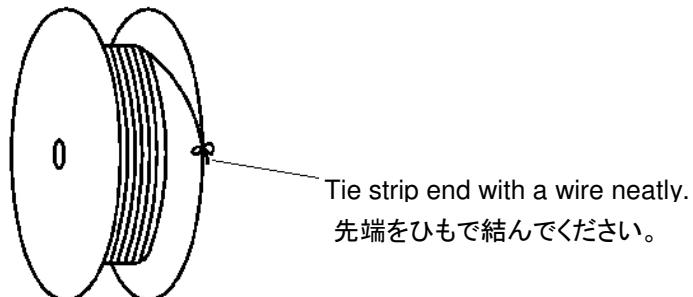

Fig.5
(4) When remove the contact reel from the machine, fasten the end of the contact strip on the edge of the reel with proper string or wire. (See Fig.5)
圧着機から一時取り外されたリールは、その先端の端子を適切な紐や針金によってフランジに結び、リールがほどけない様にして下さい。(図 5 参照)